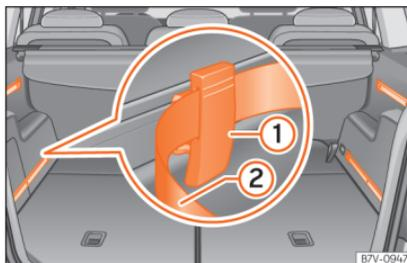

Abb. 173 Im Gepäckraum: System mit Schienen, verschiebbaren Fixierelementen ① und verstellbarem Spannbänder ②.
- Fixierelement mit den Rillen nach oben »» **Abb. 173** ① von oben in die Schiene einsetzen und unten andrücken.